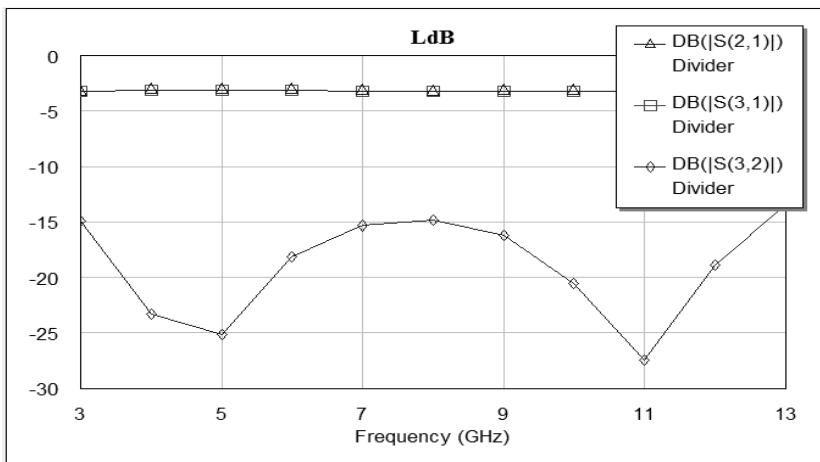

Рис. 1.7
4.3. Щелкните по значку **Add New Measurement** на панели инструментов. В области **Measurement Type** отметьте **Port Parameters**, в области **Measurement** отметьте **S**, в поле **Data Source Name** введите **Divider**, в поле **To Port Index** введите 2, в поле **From Port Index** введите 1, отметьте **Mag** и **dB** и нажмите **Apply**. В поле **To Port Index** введите 3 и нажмите **Apply**. В поле **From Port Index** введите 2, нажмите **Apply** и **OK**. Щелкните по значку **Analyze** на панели инструментов. Полученный график показан на рис. 1.7.